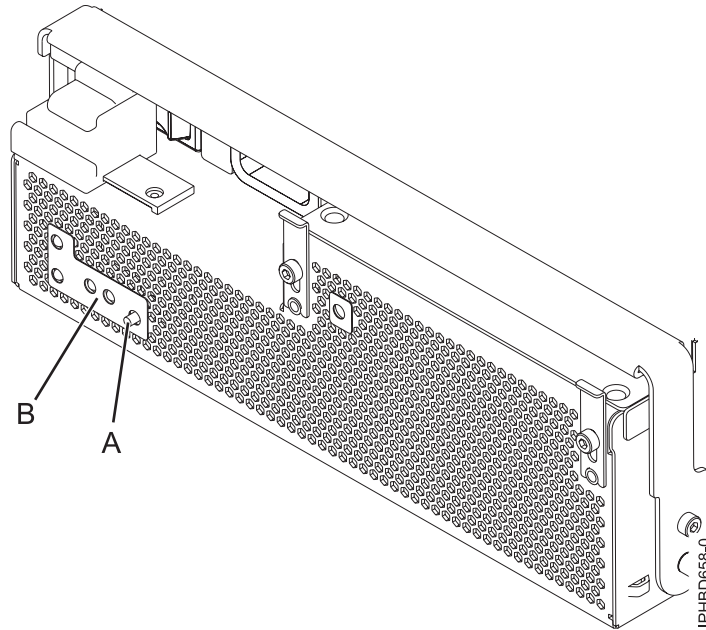
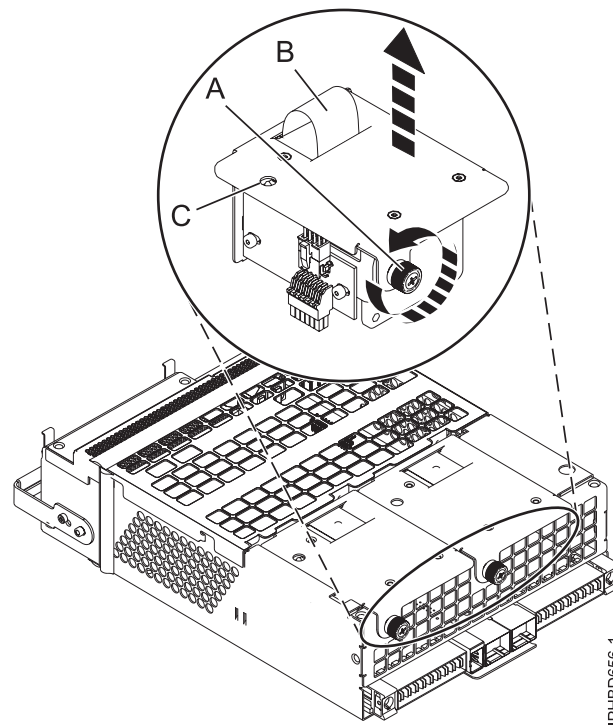

Figure 15. Bouton d'identification du ventilateur et voyant d'incident ventilateur
Figure 16. Retrait d'un ventilateur
**Remarque :** Si un ventilateur est défaillant, le voyant orange d'incident ventilateur (**B**) à l'avant de l'OCA (Offline Converter Assembly), comme illustré à la figure 15, à la page 17, est allumé de manière fixe.
- a. Pour identifier le ventilateur défaillant, appuyez sur le bouton d'identification du ventilateur (A), comme illustré à la figure 15. Un voyant d'incident ventilateur orange (C) allumé de manière fixe à droite ou à gauche, comme illustré à la figure 16, indique un ventilateur défaillant.
- b. Dévissez la vis moletée (A) qui fixe le ventilateur au bloc d'alimentation, comme illustré à la figure 16.
- c. Utilisez la poignée du ventilateur encastré (B) pour extraire le ventilateur du bloc d'alimentation comme illustré à la figure 16, à la page 17.